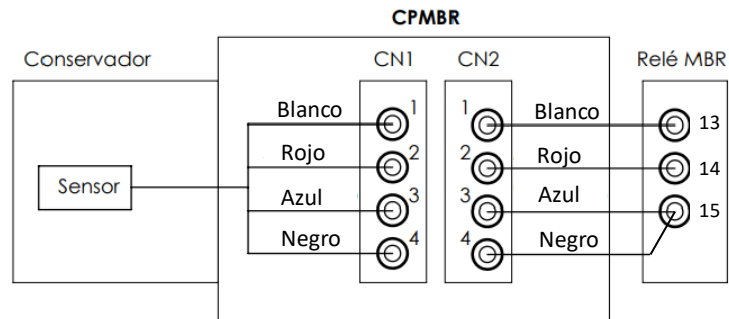

Figura 25 - Diagrama de conexión
6. Ajuste los cables de acuerdo con la Figura 25 y verifique que todos estén conectados firmemente a los terminales con resorte. Finalmente, cierre la tapa firmemente y apriete el prensaestopas del cable de salida.